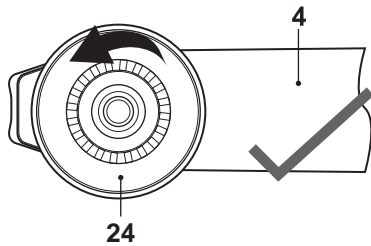

Fig. 3
5. Assurez-vous que le disque de tension [24] est réglé à la position intérieure droite, tournez dans le sens antihoraire le cas échéant (Fig. 3, 4).